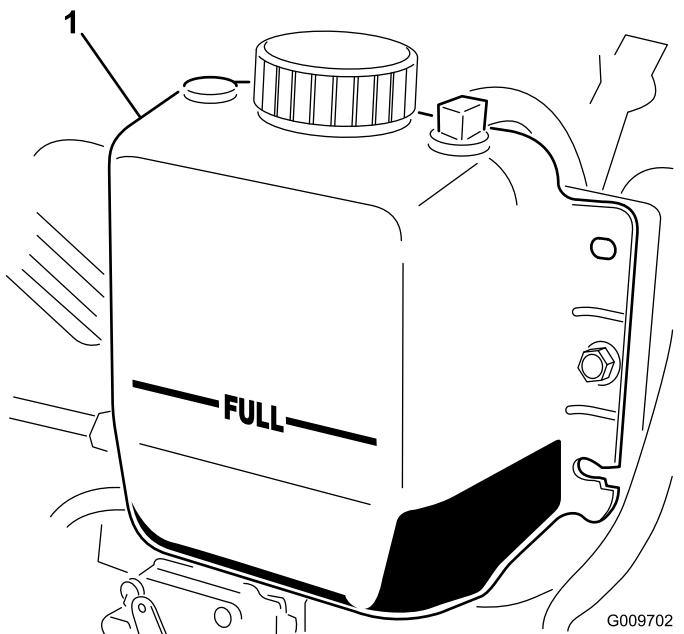

Bild 35
- Hinweis:** Der Kühler sollte bis zur Oberseite des Einfüllstutzens und das Ausdehnungsgefäß bis zur Voll-Markierung gefüllt sein (Bild 35).